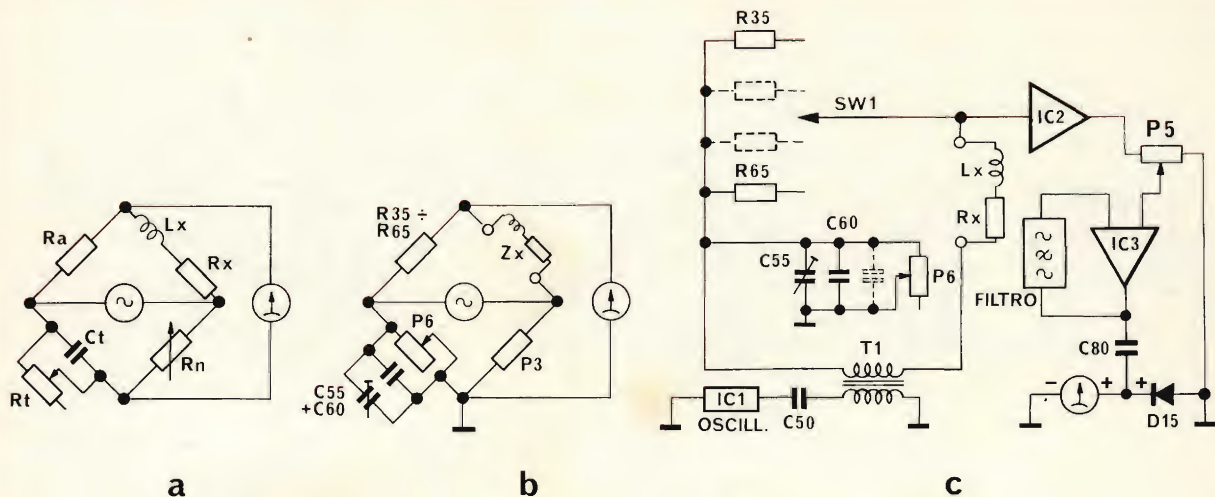

Fig. 3 - Misura delle induttanze.
#### Misura delle induttanze (Fig. 3)
Un ponte costruito secondo lo schema di fig. 3 si chiama «ponte di Maxwell».
Il valore  $R_x$  che si vede disposto in serie all'induttanza nella fig. 3 dipende dal coefficiente di bontà (Q) della bobina, e viene equilibrato e quindi eliminato dalla manovra di  $R_t$  ossia del potenziometro P6.